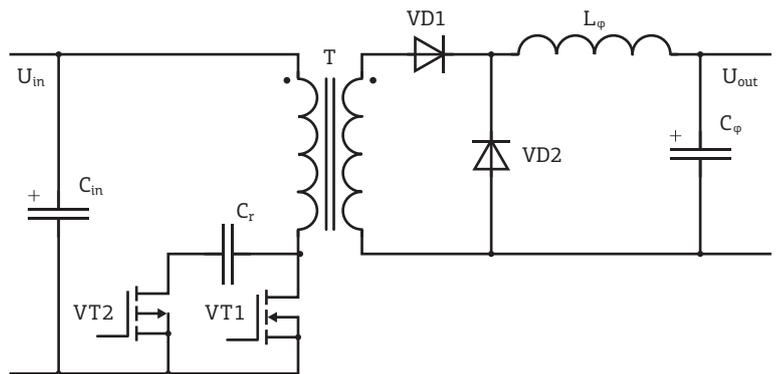
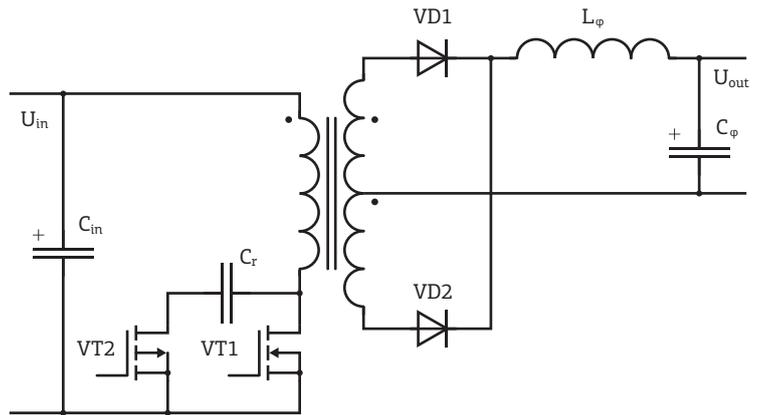
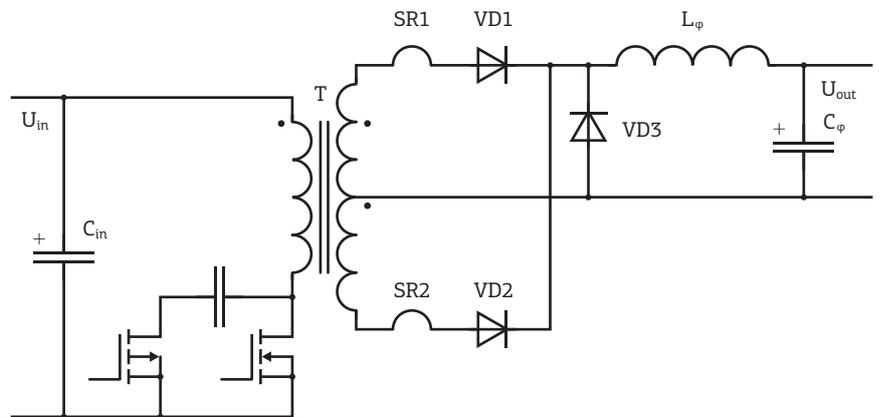

Рис. 35. Схема прямоходового преобразователя с активной ограничивающей цепью.
Рис. 36. Схема прямо-обратноходового преобразователя.
Рис. 37. Схема двойного прямоходового преобразователя.
В данной схеме (рис. 35) для перемагничивания трансформатора используется дополнительный транзистор и конденсатор  $C_r$ ; коэффициент передачи равен  $n \times d$ .
Отличие схемы, представленной на рис. 36, от прямоходового преобразователя с активной ограничивающей цепью (рис. 35) состоит в том, что в сердечник трансформатора вводится дополнительный зазор.
Двойной прямоходовой преобразователь представляет собой модернизацию предыдущей схемы (рис.37).
**Шумы, электромагнитная совместимость.** Среди восьми рассмотренных выше типов преобразователей наименьшим уровнем помех обладает двойной прямоходовой преобразователь (см. рис. 37). В данном случае, помимо переключения транзисторов при нулевом напряжении, решена также проблема обратного восстановления диодов.
В связи с этим, наиболее просто применять синхронный выпрямитель в схемах, представленных на рис. 36 и рис. 37. Затворами транзисторов можно управлять непосредственно со вторичной обмотки трансформатора, т.к. интервалы времени, когда напряжение на обмотке равно нулю, чрезвычайно малы.